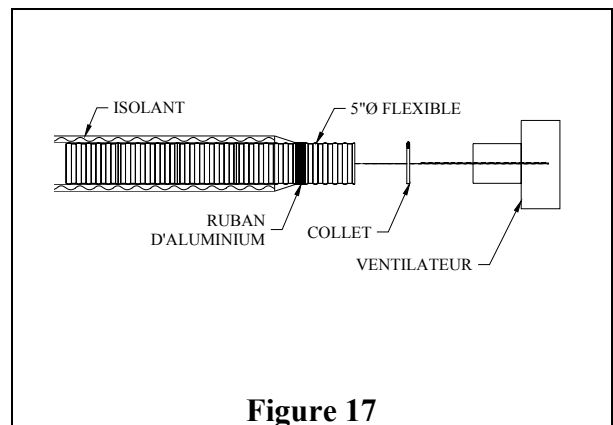

Figure 17
- C) Fixez le tuyau flexible à l'admission d'air du ventilateur à l'aide des collets fournis (figure 17);